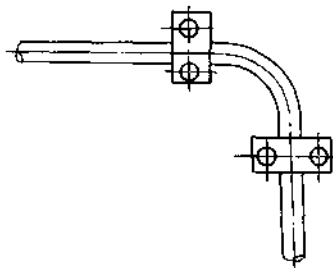

图 30.1-3 弯管段二端管夹固定
• 对系统的管路安装连接必须牢固坚实。当管路较长时, 须加支撑。支撑管夹的间距, 可参考美国材料试验学会推荐的管夹间距表 (ASTM121.1.4), 见表 30.1-7。在有弯管的管路中, 在弯管的二端直管段处要加支撑管夹固定, 见图 30.1-3。在与软管连接时, 应在硬管端加管夹支撑。